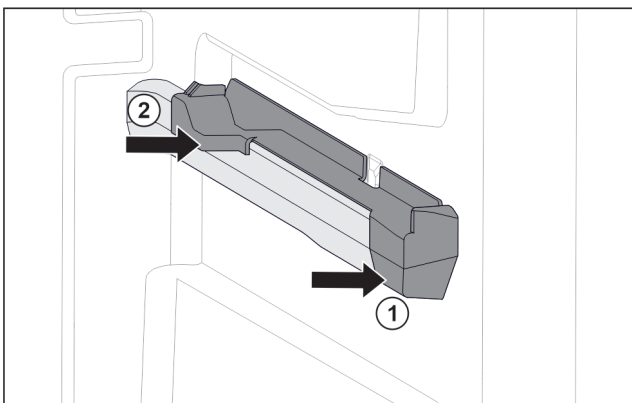

Fig. 86 Aufsteckteil auf der rechten Behälterrippe
- ▶ Aufsteckteil vorne an Behälterrippe ansetzen. Fig. 86 (1)
- ▶ Aufsteckteil hinten andrücken. Fig. 86 (2)